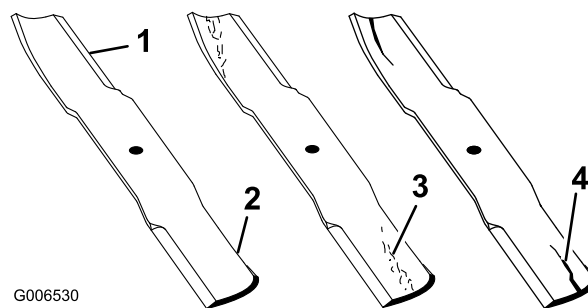

Figure 41
1. Examinez le tranchant des lames (Figure 41). Si elles ne sont pas tranchantes ou si elles présentent des indentations, déposez et affûtez les lames (voir Affûtage des lames).
2. Inspectez les lames, surtout la partie relevée (Figure 41). Remplacez immédiatement toute lame endommagée, usée ou qui présente une entaille (repère 3 de la Figure 41).